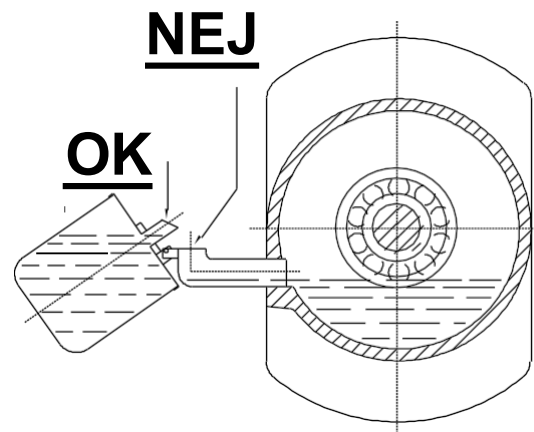

Fig. 24
- Fyll på olja genom att hålla olja direkt i oljekannan och INTE i kröken (se fig. 24)
INTE i kröken på oljepåfyllningsröret eller i proppen på lagerhuset (se fig. 24).